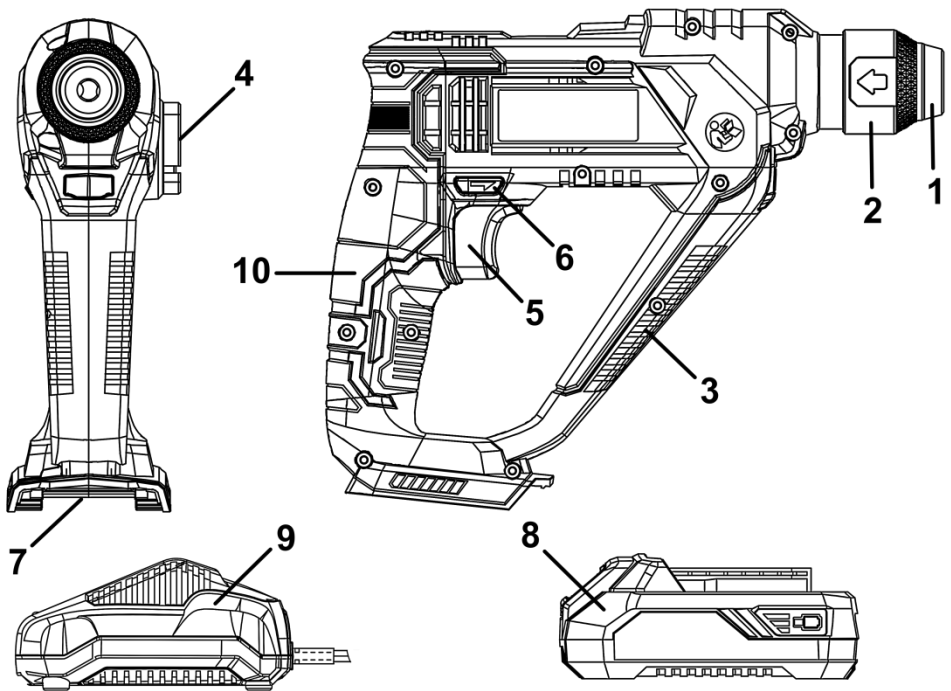

Рисунок 1
4.1 На виробі з під'єднаною батареєю оберіть необхідний режим роботи за допомогою перемикача (4) (див. рисунок 1). При необхідності встановлення свердильного патрону – встановіть його в патрон SDS-plus через відповідний адаптер.